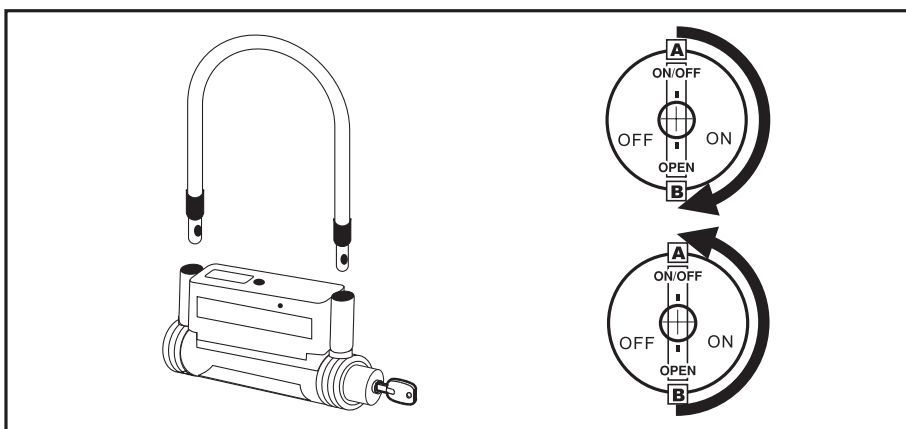

Рис.5
1. Вставьте ключ, установите в положение «В» (Открыто), затем вытяните U-образную скобу. (Рис.5)